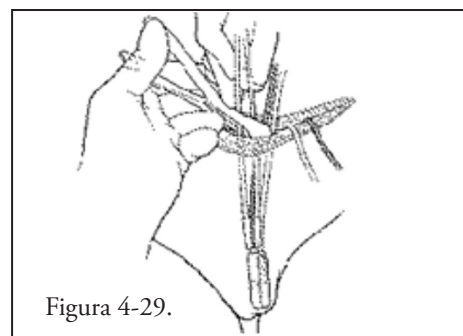

Figura 4-29.
14. Coloque la bomba en la bolsa escrotal y asegúrese de que el botón de desactivación mire al exterior y pueda tocarse. Dirija los tubos de la bomba hacia el área inguinal. (Figura 4-29)